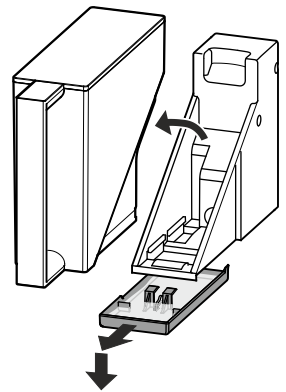

Figure 25
- Vider le bac collecteur d'eau : retirer le réservoir d'eau. Désenclencher le bac en le tirant doucement vers l'avant, puis le sortir en le tirant vers le bas - **Figure 25**.